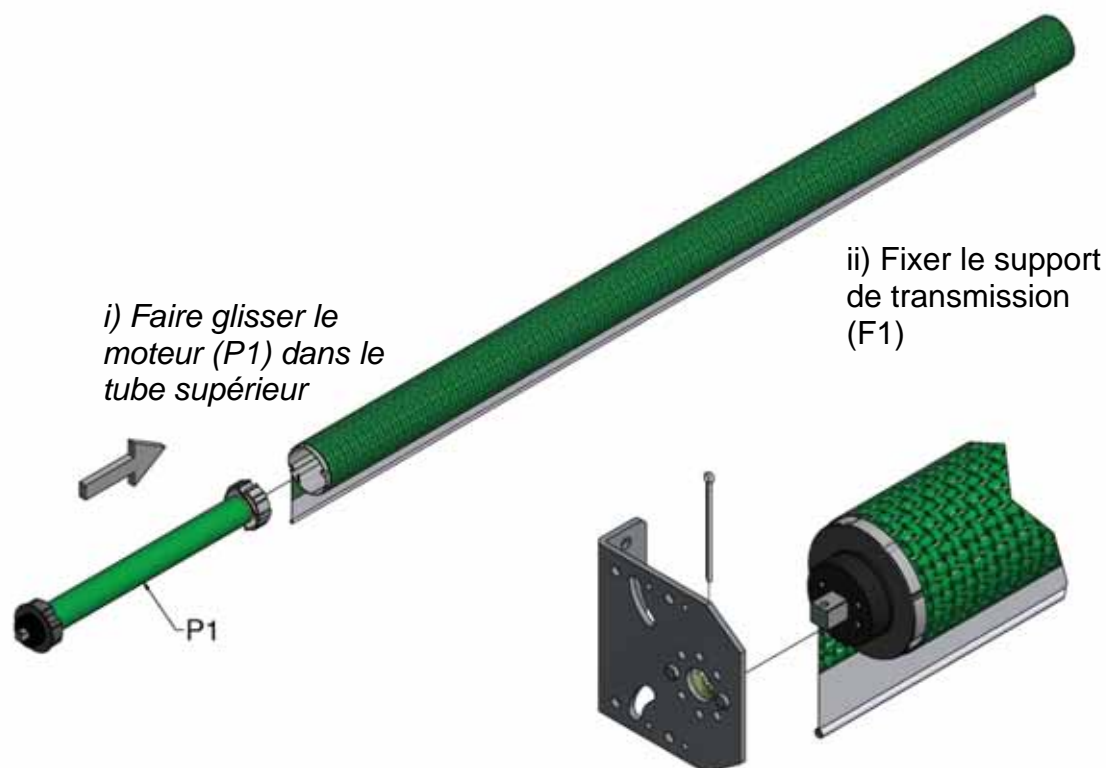

Figure 6, Moteur inséré dans le tube supérieur et support de transmission fixé
5. Insérez l'ensemble du moteur (P1) dans l'extrémité motrice du tube supérieur, puis fixer le support mural de l'extrémité motrice au moteur à l'aide des goupilles fendues, comme indiqué dans la figure 6.